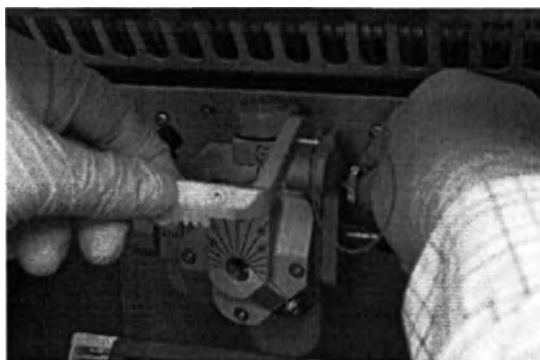

Рисунок 8.25
3. Для фиксации лапки, расправляющей срезы в патроне трехмерного прецизионного инструмента затяните винт с накатной головкой (Рисунок 8.25).